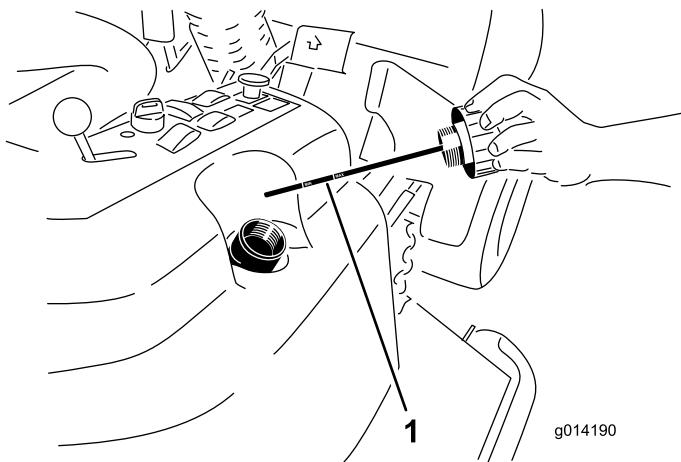

Figura 46
2. Retire el tapón de llenado de aceite hidráulico (Figura 46) del cuello de llenado.
3. Retire la varilla y límpielo con un paño limpio (Figura 46).
4. Introduzca la varilla a fondo en el cuello de llenado; luego retírela y compruebe el nivel del aceite (Figura 46).